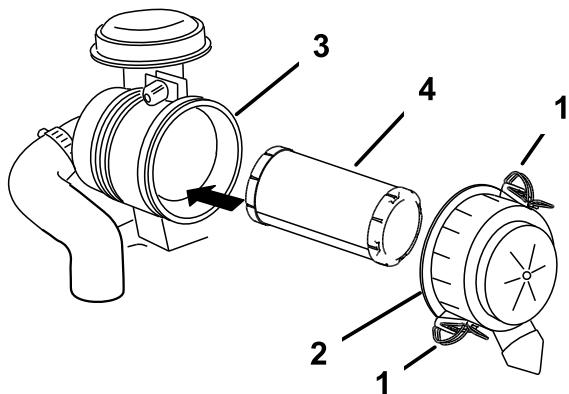

Bild 38
5. Schieben Sie den Filter vorsichtig aus dem Luftfiltergehäuse heraus (Bild 38).
3. Lösen Sie die Riegel am Luftfilter und ziehen Sie die Abdeckung von der Luftfilterabdeckung ab (Bild 38).